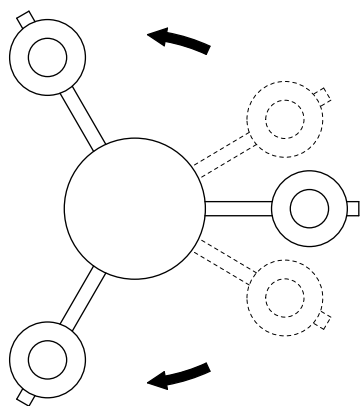

Figure 1
- 1) Faites pivoter les bras du luminaire dans la position appropriée (voir illustration Figure 1).